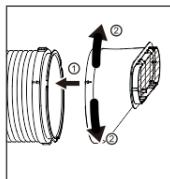

Fig.2
- 2) Utilize a mesma forma para ligar a saída da mangueira e a mangueira; (Fig. 2)